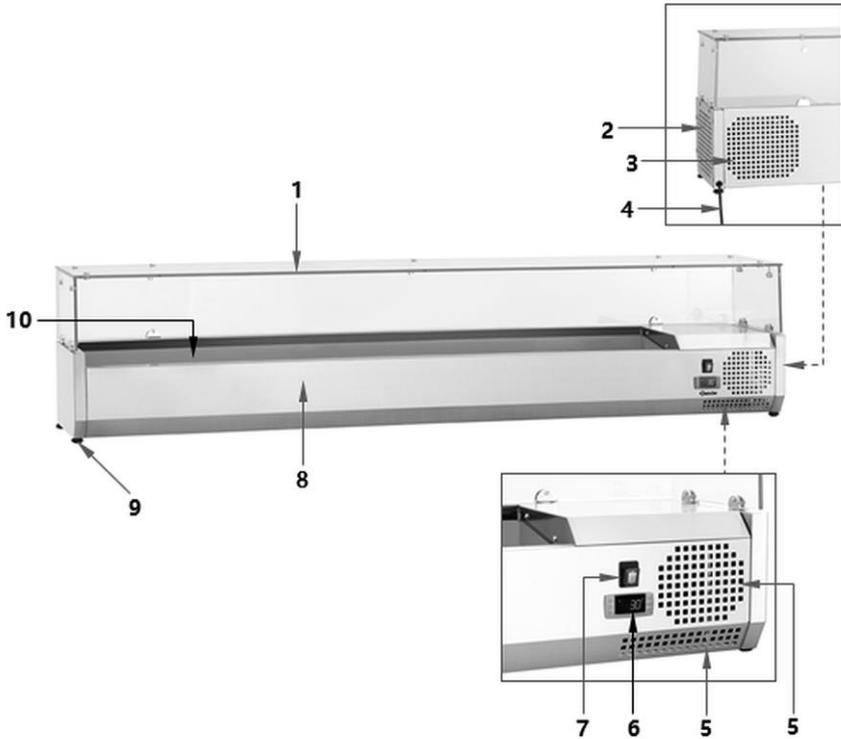

Fig. 1
1. Commencer par fixer les attaches de vitre (2 à gauche, à droite et à l'arrière) au corps du présentoir réfrigéré. Utiliser les vis avec tête insérée dans l'attache de vitre fournies (fig. 1).